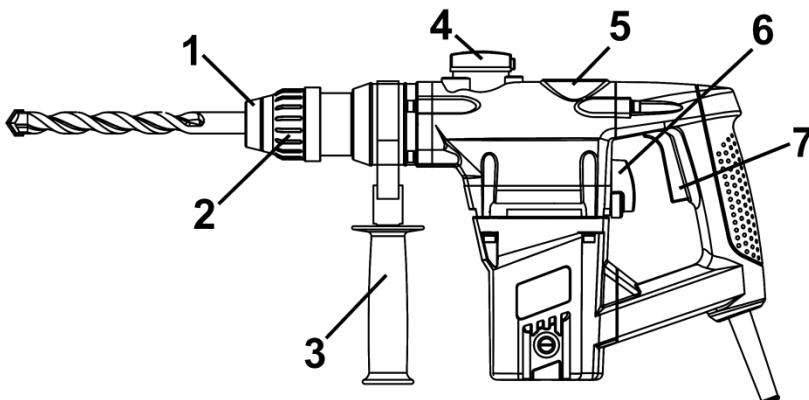

Рисунок 1
5.1 Выберите необходимый режим работы изделия с помощью переключателей (4) и (6) (см. рисунок 1).
5.2 Для включения изделия нажмите на курок выключателя (7) (рисунок 1). Для отключения изделия следует курок отпустить.